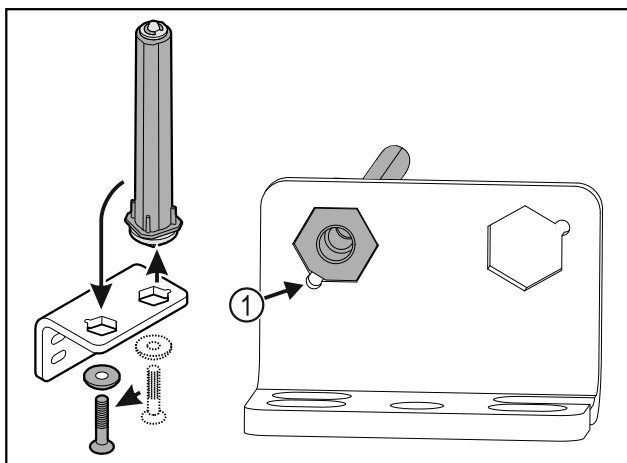

Fig. 38
- ▶ Lors de l'insertion de l'axe, veiller à ce que son chanfrein Fig. 38 (1) soit du côté du trou rond.